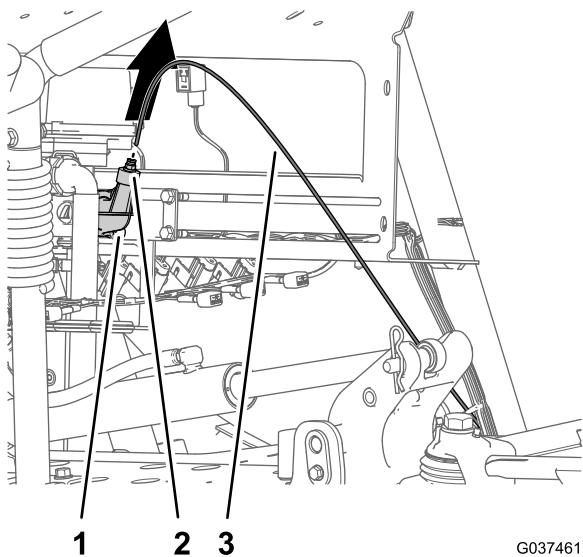

Bild 10
1. Drücken Sie den Stelling für die Schlauchkupplung in das Anschlussstück mit dem Anschlussdeckel des rechten Auslegerabschnittventils hinein (Bild 10).
2. Ziehen Sie den Druckmessschlauch für das Messgerät am Armaturenbrett aus der Schlauchkupplung (Bild 10).